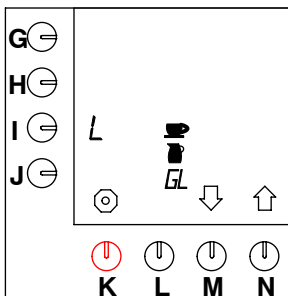

Fig. 21 Unidades para selecção
- É possível efectuar uma selecção das unidades a seguir: Litro = L, galão = G (= 3,7853 L), jarro, copo. Consulte a fig. 21 .